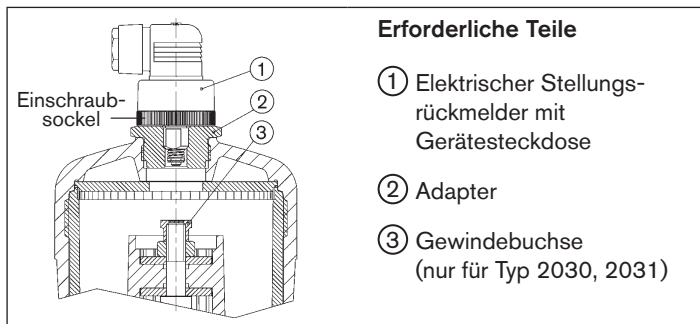

Bild 11: Antriebsgröße 100, 125 (Ø in mm) mit elektrischem Stellungsrückmelder
- Klarsichthaube vom Antriebsdeckel ⑥ abschrauben (Sicherheitshinweise Kapitel „10“ auf Seite 39 beachten!).
- **Typ 2030, 2031:** Gewindebuchse ③ auf die Antriebsspindel schrauben (SW14).
- Adapter ② anstelle der Klarsichthaube auf den Antrieb schrauben (siehe „Bild 11“).
- Elektrischen Stellungsrückmelder ① in den Adapter ② schrauben, dabei den Hinweis in Kapitel „10“ beachten.